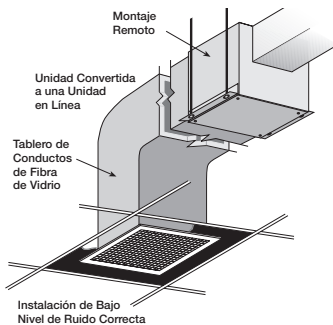
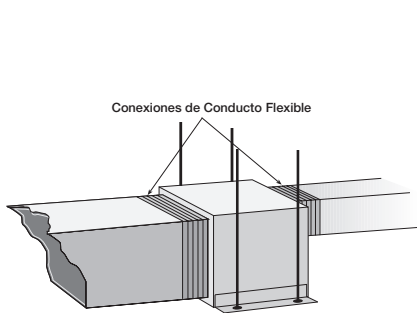

Figura 9
Figura 10
(1) o la red de conductos que va en la misma dirección que la rueda (2). La red de conductos que va en la dirección opuesta a la de la rueda (3) provocará turbulencia y contrapresión, lo que dará un rendimiento deficiente.
4. Para aplicaciones con bajos niveles de sonido, se recomienda usar conductos de fibra de vidrio en vez de conductos de metal para reducir el ruido del ventilador; consulte la Figura 9. Cuando se usan conductos de metal, la transmisión del sonido se puede reducir con conexiones flexibles entre el ventilador y el conducto; consulte la Figura 10.